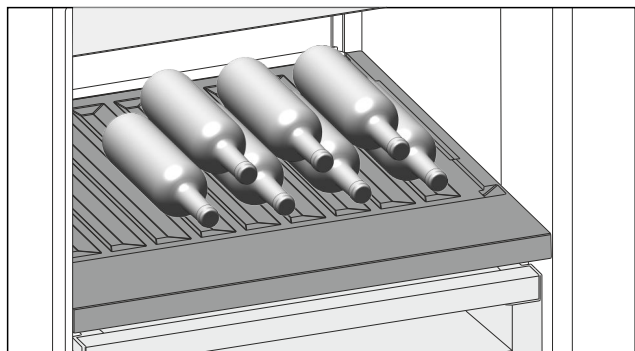

Fig. 124
- Flessen met de bodem naar achteren tegen de achterwand plaatsen. (zie Fig. 124)